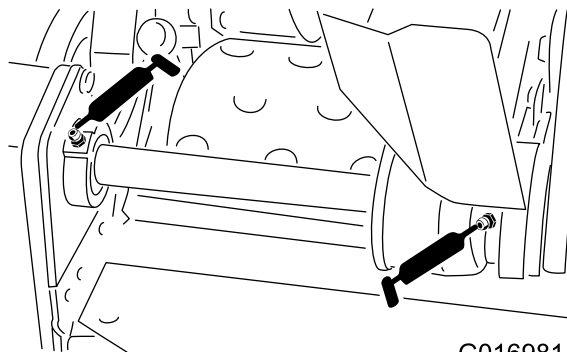

Figura 20
- 2 nos rolamentos do contraeixo do cilindro (Figura 20)